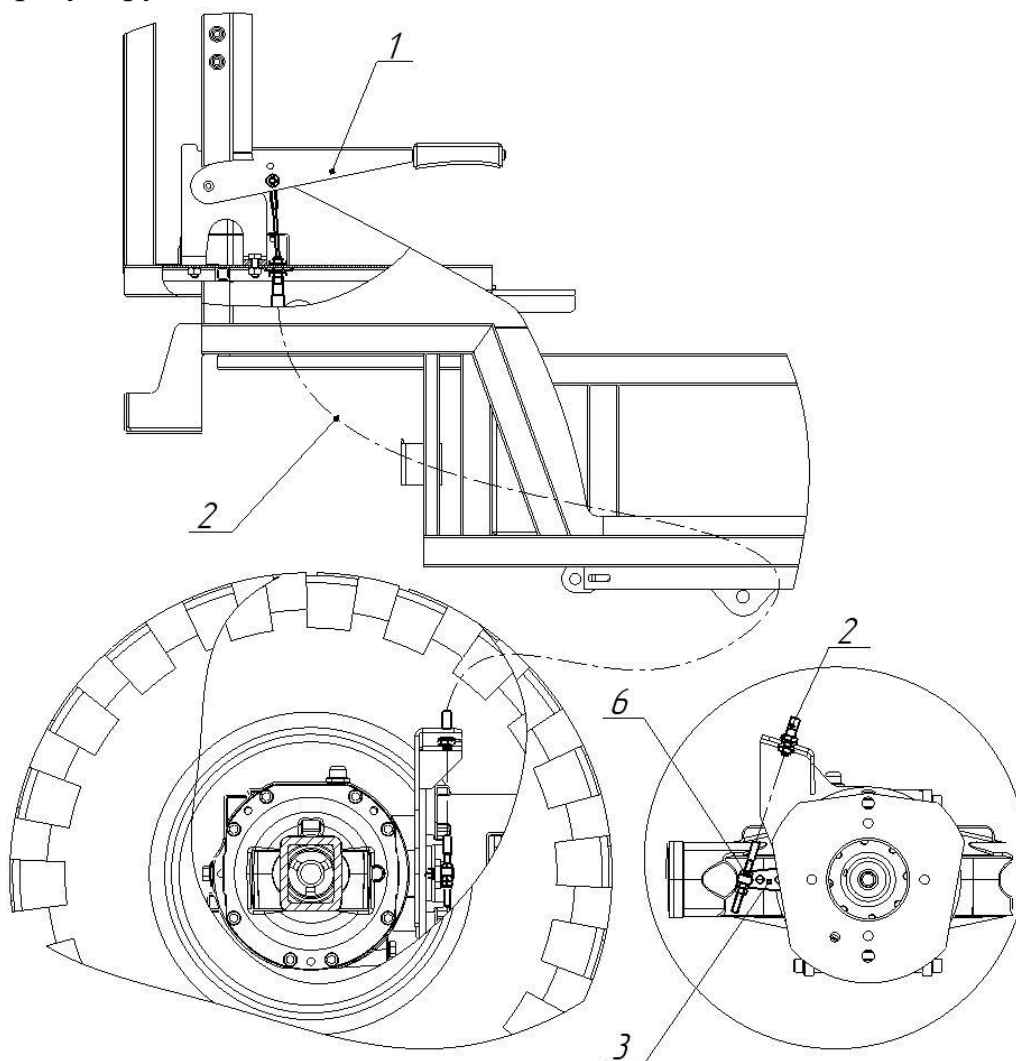

Рис.22 — Привод стояночного тормоза
Рычаг привода ручного тормоза установлен справа от водительского сиденья (рис.22). Рычаг 1 закреплен на полу кабины. Трос 2 в полимерной оплетке проходит к тяге 3 тормозного барабана переднего моста. Натяжение привода регулируется гайками 6.
- включить стояночный тормоз, переместив рычаг 1 (рис.22) вверх до упора;